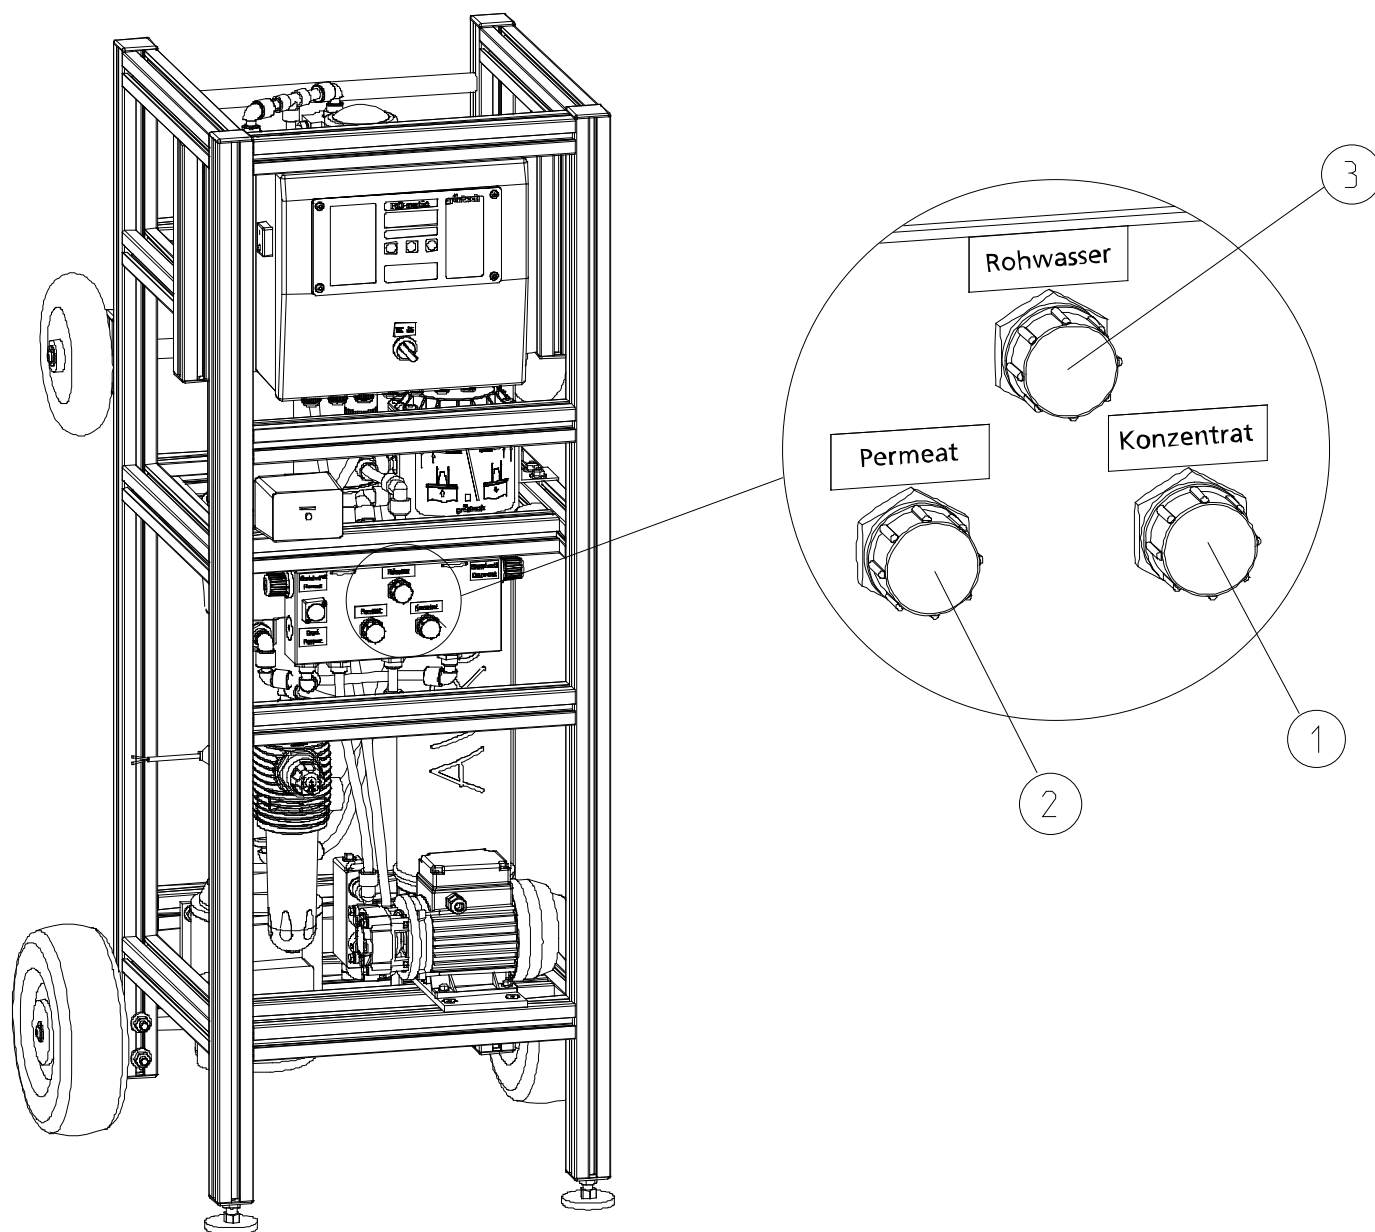

Abb. E-1: Anschlüsse Mobile Umkehrosmoseanlage AVRO-flex 250
Die Membrane ist mit einem Konservierungsmittel für die Zeit der Lagerung und des Transports geschützt. Vor der erstmaligen Inbetriebnahme muss dieses Konservierungsmittel ausgespült werden. Dazu müssen Konzentratsschlauch (siehe Abb. E-1, Pos. 1) und Permeatschlauch (siehe Abb. E-1, Pos. 2) zum Kanal geführt werden.
- Speisewasser/Rohwasserschlauch an Anlage anschließen (siehe Abb. E-1, Pos. 3).
- Permeatschlauch an Anlage anschließen und am zufüllenden System anschließen (siehe Abb. E-1, Pos. 2).
- Konzentratschlauch der Anlage mit dem mitgeliefertem Schlauch anschließen (siehe Abb. E-1, Pos. 1). Leitung mit Gefälle zum Kanal führen und nach EN 1717 anschließen (freier Auslauf).